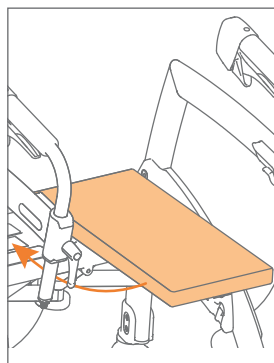

Figure 12: Retirez le coussin et fixez-le sur le siège.
- c. Retirez le coussin du siège et placez-le droit sur le siège (**Figure 12**).